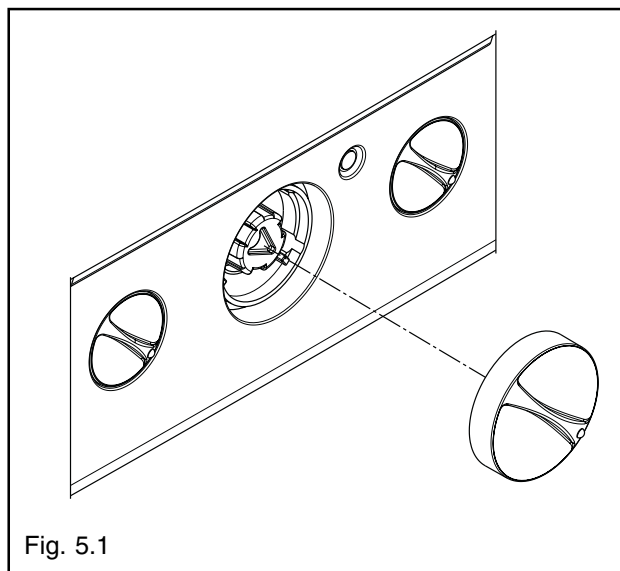

Fig. 5.1
- togliere la manopola centrale tirandola verso l'esterno (fig. 5.1)